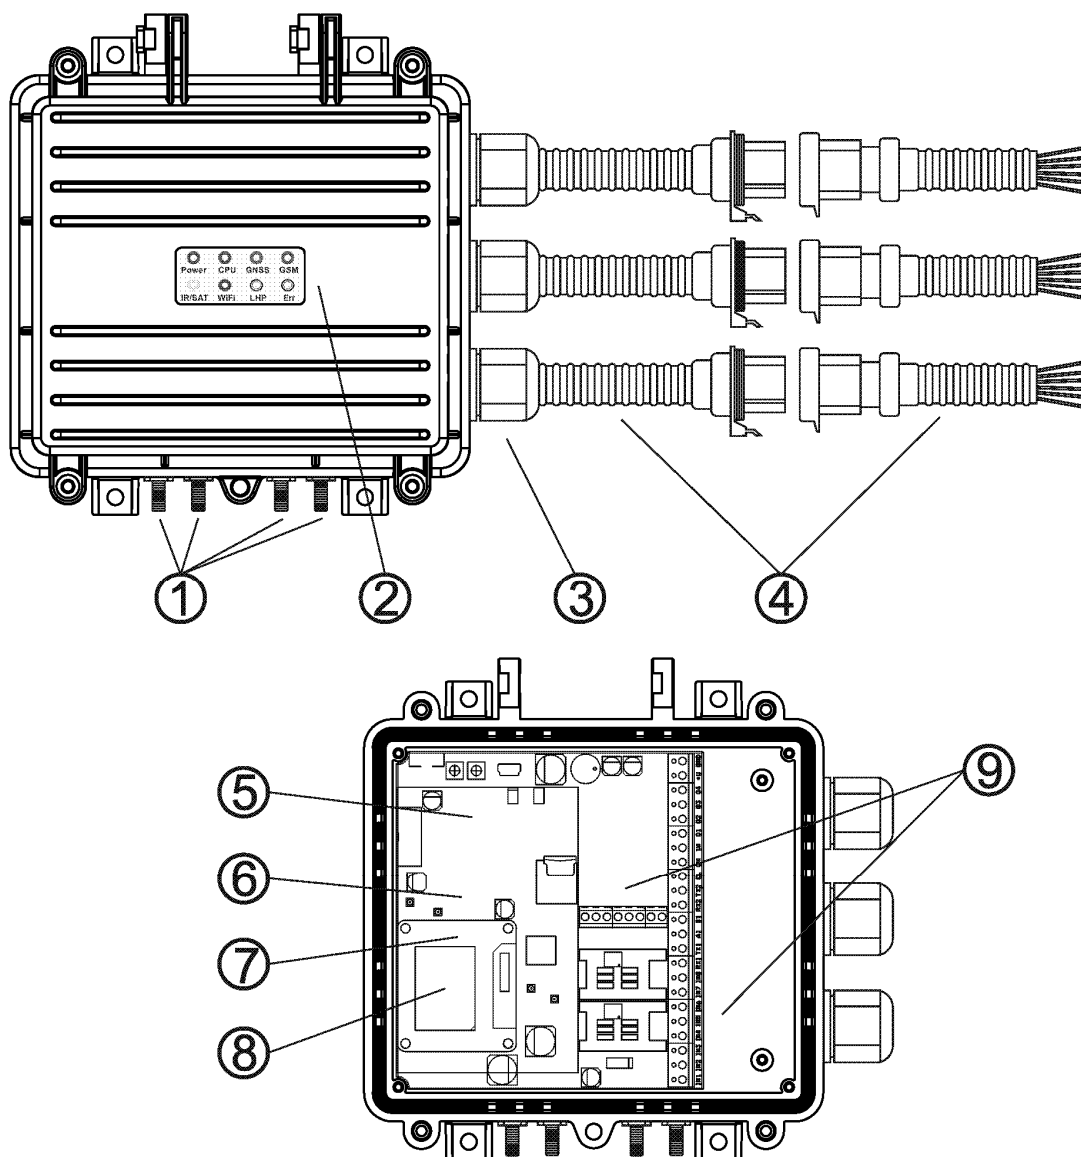

Рисунок 1 – Внешний вид и описание интерфейсов
Подключение питания, датчиков и прочей периферии осуществляется через интерфейсный разъем (9) Рисунок 1. Для этого используются проводники, заведенные через кабельный ввод (3). Цвета проводов, заведенных через кабельный ввод (3) могут отличаться от цветов выходящих проводов из кабельной сборки (4). Перед подключением рекомендуется прозвонить всю кабельную сборку и найти соответствующие цвета проводов.